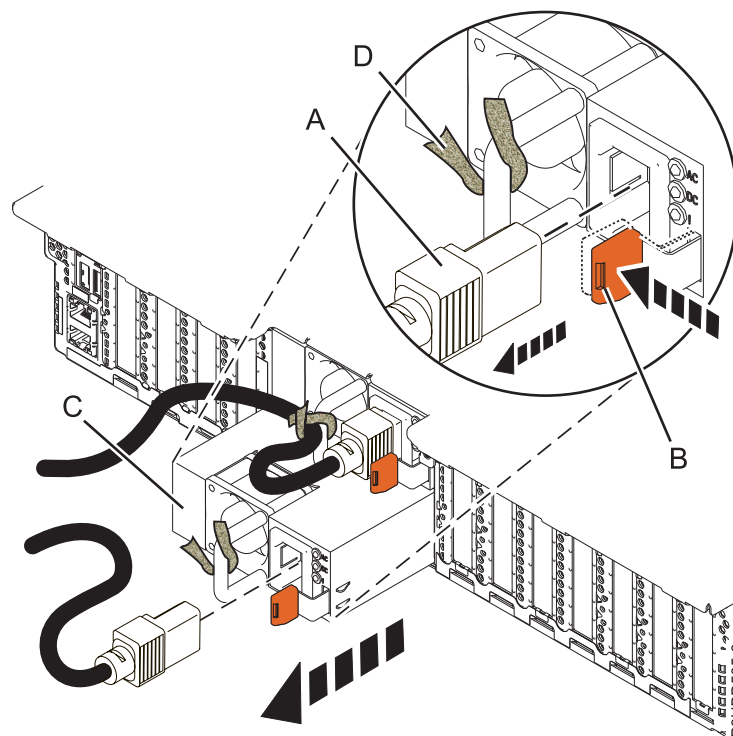

Figura 10. Extracció d'una font d'alimentació del sistema
3. Etiqueteu i desconnecteu el cable d'alimentació de la font d'alimentació estirant l'extrem del cable d'alimentació (A) traient-lo de la font d'alimentació en la direcció que es mostra a Figura 10 a la pàgina 13.
4. Per treure la font d'alimentació de la seva posició del sistema, pressioneu la pestanya de bloqueig de color terracota (B) en la direcció que es mostra a Figura 10 a la pàgina 13.
5. Per alliberar el cable d'alimentació que està subjecte a la nansa, aflixeu la brida (D) i traieu el cable d'alimentació de la font d'alimentació (C). Assegureu-vos de conservar la brida (D) del cable d'alimentació.
6. Estireu el cable de la font d'alimentació (C) fent-lo sortir del sistema, tal com es mostra a Figura 10.